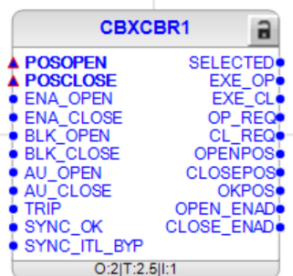

Imagen 73_Bloque CBXCBR1.
2.2.3 Insertamos el bloque “CBXCBR1” que observamos en la **Imagen 73**, seleccionando “FunctionBlock - Control - CBXCBR1 - insert”, el cual nos ayuda al control de interruptor automático como se muestra a continuación: